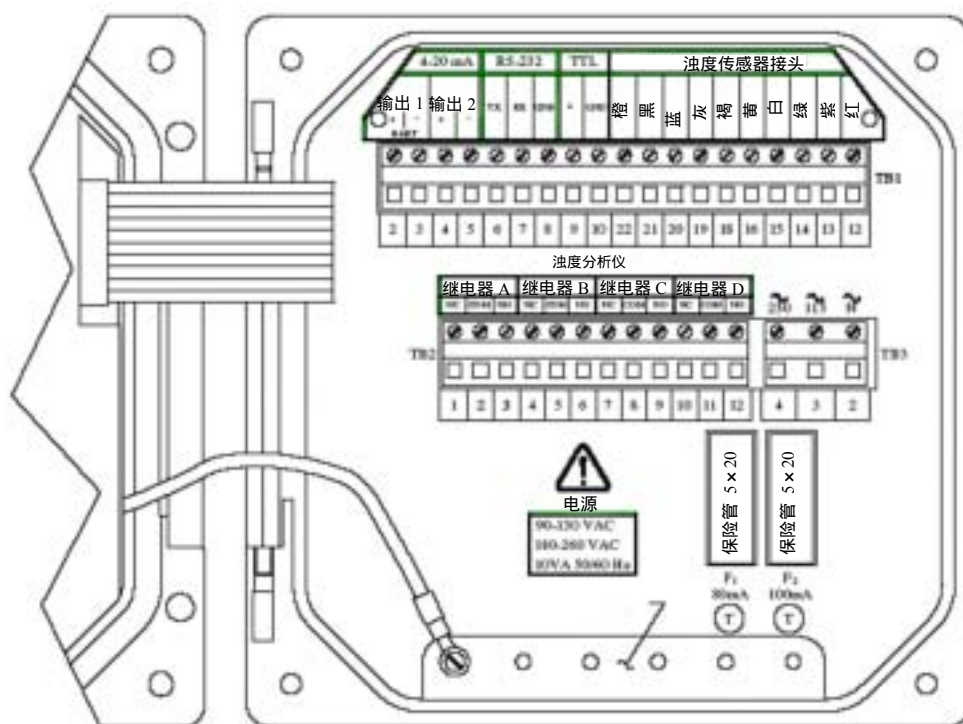

图 2-7 用于序列号前缀带“B”的分析仪接线端子名称
为了靠近接线端子进行电气连接，旋开四个固定螺丝后打开上盖。图 2-7 或 2-8 表示接线端子排列和它们的名称。
- 序列号前缀带“B”分析仪的壳体底部（5 个开孔，图 2-7）的接地片